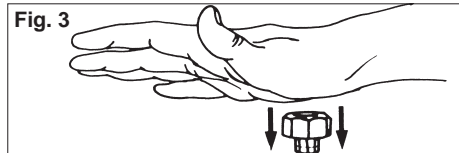

Fig. 3
3. Encliquez l'écrou sur le collet en pressant avec la paume de la main (Fig. 3).